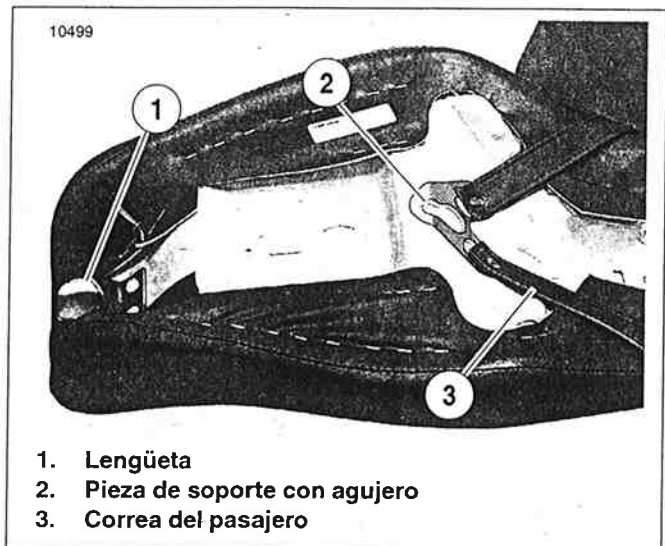

Figura 2-162. Asiento
1. Vea la Figura 2-162. La lengüeta (1) queda debajo de la pieza de soporte trasera del tanque de combustible.
1. Vea la Figura 2-162. Verifique que la lengüeta (1) y pieza de soporte con agujero (2) estén firmemente aseguradas a la parte inferior del asiento y que los remaches no estén sueltos ni faltan. Coloque el asiento en la estructura con la pieza de soporte del montaje (artículo 2, Figura 2-164.) en la parte trasera.
2. Vea la Figura 2-162. Deslice el asiento hacia adelante hasta que la lengüeta encaje firmemente debajo de la pieza de soporte trasera del tanque de combustible.